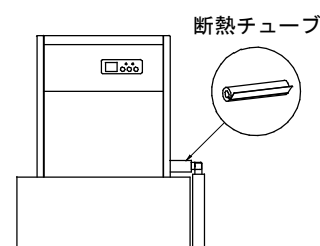

図5
- ・高湿時にドレンパイプ及び排水ホースに結露する場合は、その部分を付属の断熱チューブで断熱処理をしてください。断熱チューブは適切な長さに切断して使用してください。(図5)